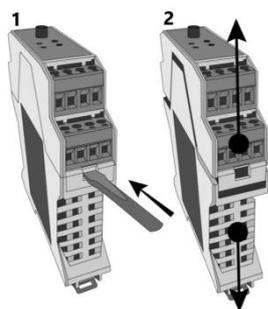

Fig. 4. Retire la carcasa
- Abra la carcasa del controlador como se muestra en la fig. 4: